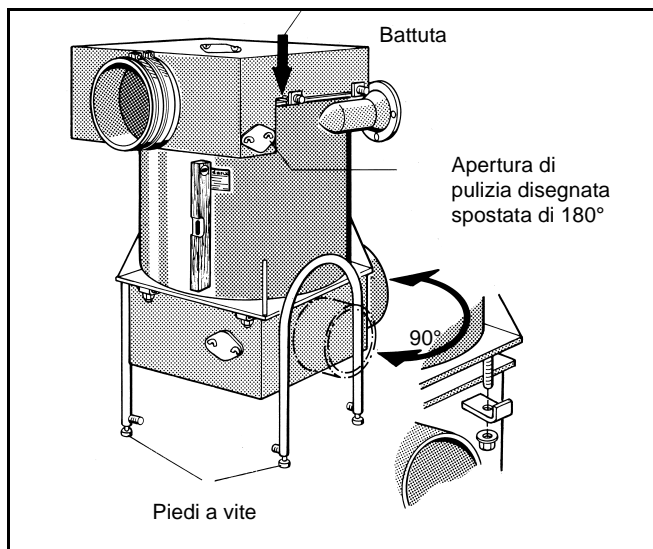

Fig. 5
- Allentare 4 dadi da sotto e girare l'angolare di fissaggio verso l'esterno (fig. 5).
- Togliere completamente il collettore ed apporlo al telaio spostato di 90° (fig. 5).
- Sistemare il collettore, girare l'angolare verso l'interno e stringere fissamente i dadi (fig. 5).
Il collettore di scarico deve essere montato in modo che il telaio appoggi davanti alla battuta della superficie di tenuta (freccia - fig. 5)